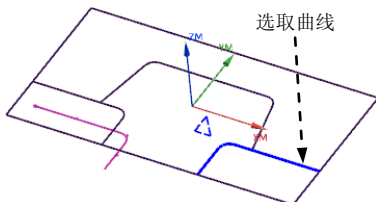
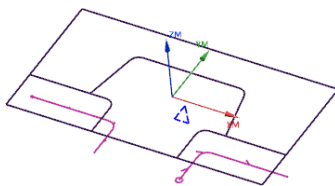

图 16.21 选取曲线
图 16.22 边界 2
(5) 创建边界 2。按顺序依次选取图 16.21 所示的曲线, 单击 **创建下一个边界** 按钮, 结果如图 16.22 所示。单击 **确定** 按钮, 返回到“边界几何体”对话框, 单击 **确定**